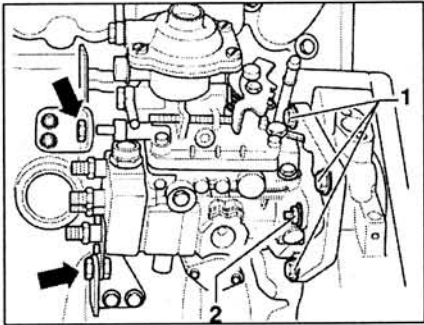

Рис. 3.51. Для проведения регулировки ослабьте гайки 2 и опорные болты крепления заднего кронштейна ТНВД (стрелка).
8. Для проведения регулировки ослабьте гайки 2 и опорные болты крепления заднего кронштейна ТНВД (стрелка) (рис. 3.51).